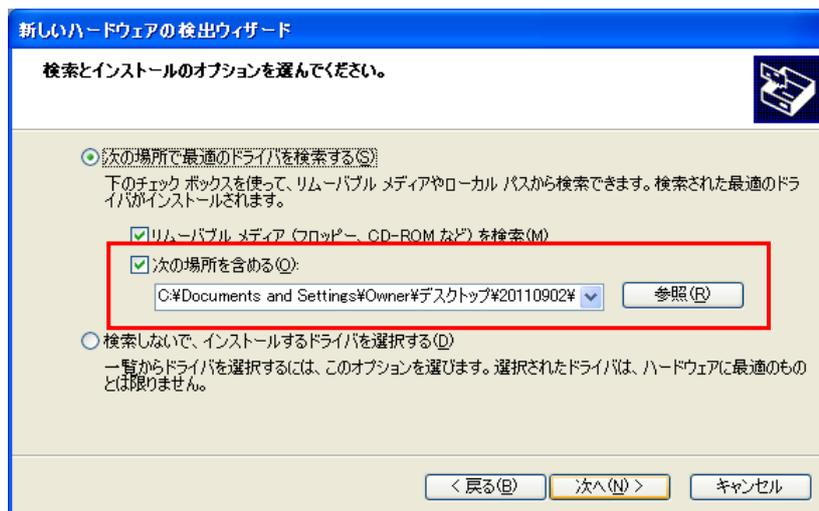

図 4-4 「一覧または指定の場所からインストールする」を選択した場合の画面
- 下記画面(図 4-4)でデバイスドライバの位置を「TUSBOE47」→「DRIVER」→「sub」に指定します。